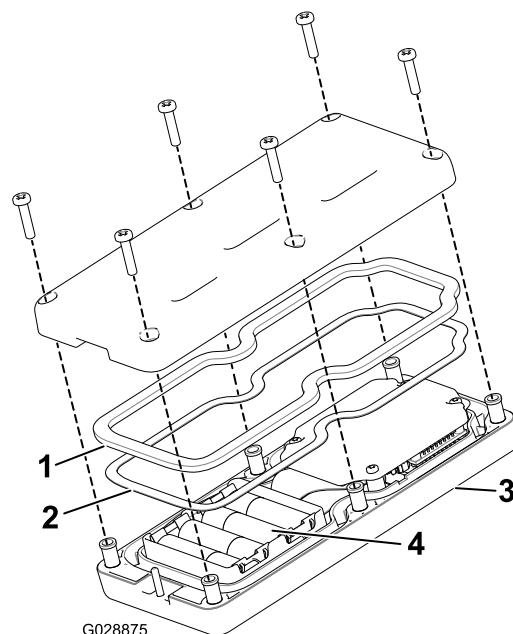

Рисунок 18
3. Убедитесь в том, что стальная прокладка и резиновое уплотнение находятся в канавке пульта дистанционного управления, и установите заднюю крышку на место (Рисунок 18).
4. Закрепите крышку 6 винтами (Рисунок 18) и затяните их с моментом 1,5–1,7 Н·м.
2. Вставьте элементы питания в гнезда с клеммами, соблюдая полярность. (Если батарейки будут установлены неправильно, устройство не будет повреждено, но и не будет работать.) В каждом гнезде имеется тиснение с обозначениями полярности каждой клеммы (Рисунок 18).